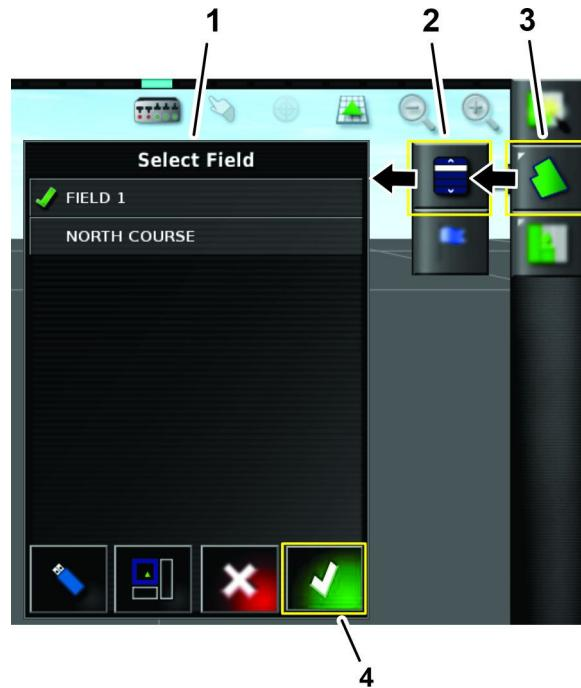

Figura 160
- Premete l'icona MENU DEL CAMPO; nell'elenco Selezione campo, premete l'icona per un campo, quindi premete l'icona Conferma (Figura 160).
- Nell'elenco Seleziona campo, premete l'icona per un campo (Figura 160); fate riferimento a Creazione di un nuovo campo (pagina 21).